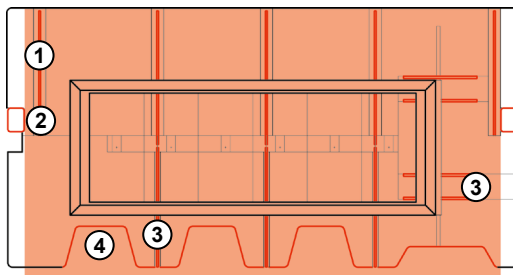

Figura 13: Área de trabalho do pantógrafo
- **Atenção!** - Elevada velocidade de deslocamento do pantógrafo! Não se apoie ou encoste ao tampo da mesa ou aos desbastes do tampo da mesa na área de trabalho do pantógrafo! (Figura 13) Os movimentos rápidos do pantógrafo podem, em caso de contacto, causar contusões, esmagamentos e graves ferimentos! Ver (Figura 14).